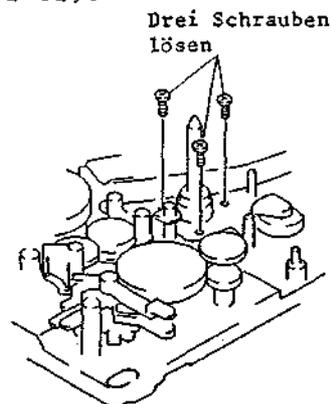

Abb. 2-81 Ausbau des Capstan-Schwungrades
3-33 Ausbau des Capstan-Schwungrades (Abb. 2-81, 2-82)
- Drei (3) Befestigungsschrauben des Capstan-Schwungrades lösen (siehe Abb. 2-81).
10. Das Capstan-Schwungrad ausbauen (siehe Abb. 2-81, 2-82).
9. Das Capstan-Schwungrad ausbauen (siehe Abb. 2-81, 2-82).
10. Das Capstan-schwungrad ausbauen (siehe Abb. 2-81, 2-82).